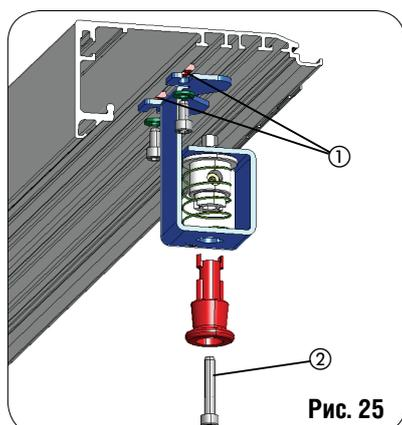

Рис. 25
- Соберите рычаг расцепления на боковом кронштейне, как показано на рис. 25, после того, как вы вставите 2 пластины в профиль (Рис.25 поз.1)